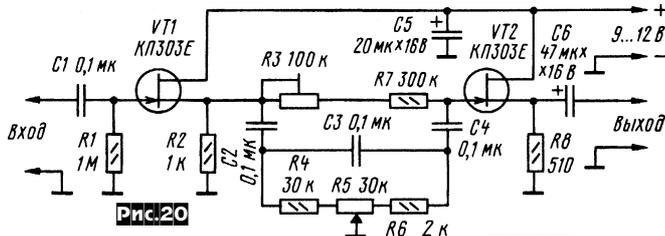

Рис.20
**Режекторный фильтр (рис.20)**, предложенный Игорем Нечаевым, также основан на дифференциально-мостовом RC-звене, но охватывает диапазон режекции 30...120 Гц и предназначен **для борьбы с сетевым фоном**. Частоты режекции регулируют R5, а максимальное подавление до -40 дБ на квазирезонансной частоте (при налаживании) - триммером R3. Коэффициент передачи устройства в полосе прозрачности равен 0,5 («Радио» №11/2002, с.58).